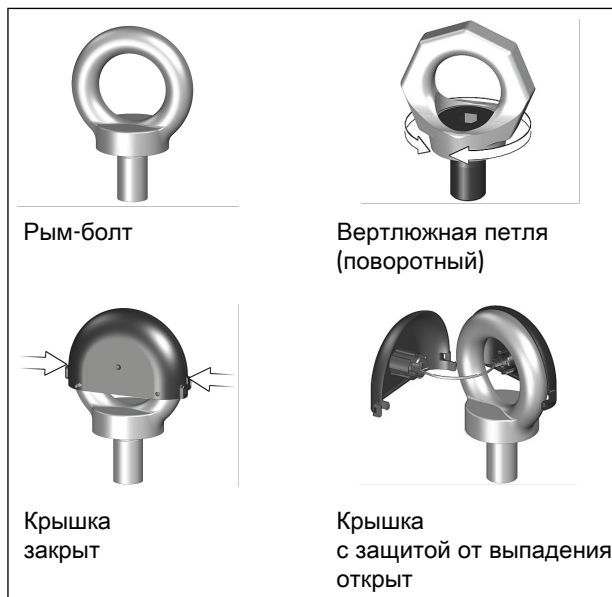

Рис. 4: Защита от выпадания на рым-болте/вертлюжной петле
1. Откройте и снимите крышку рым-болта, слегка надавив на два боковых зажимных соединения, см. Рис. 4.
6. После установки снимите подъёмные стропы, установите и закройте крышку рым-болта, см. Рис. 4.